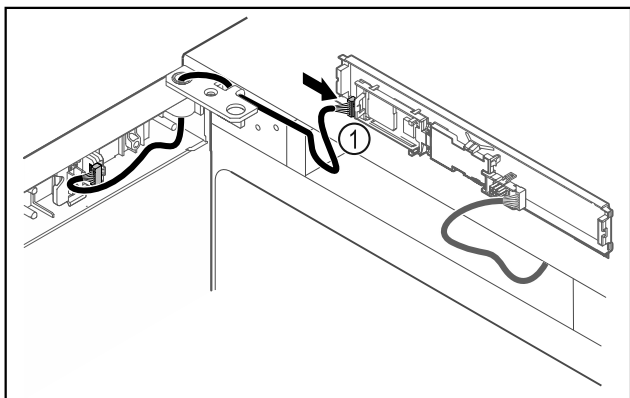

Fig. 50
- ▶ Sett pluggen Fig. 50 (1) inn i kretskortet.